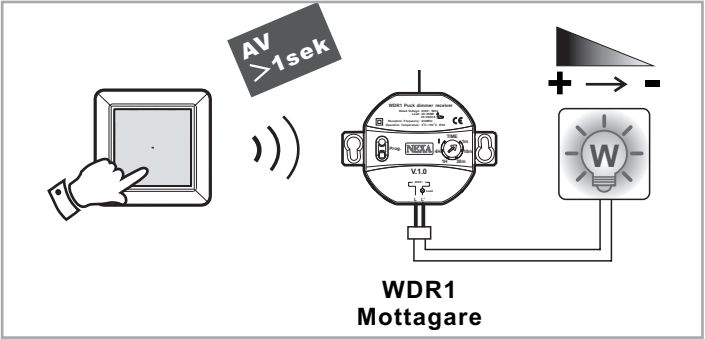

fig.13
- Genom längre tryck på vippans nedre del (>1sek) sänks belysningen mellan 100%-5% (se fig.13).